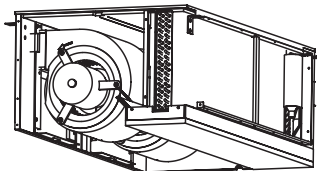

Рис. 8
- 2) Поддерживайте нижнюю часть узла, а затем толкните ее вверх по направляющим рельсам (рис. 8).